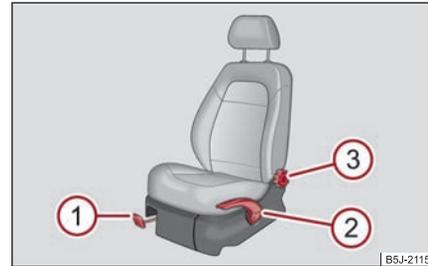

Abb. 60 Bedienelemente am Sitz
- Ziehen Sie den Hebel ① ⇒ Abb. 60 nach oben und schieben Sie dabei den Sitz in die gewünschte Position.
- Lassen Sie den Hebel ① los und verschieben Sie den Sitz soweit, bis die Verriegelung hörbar einrastet. ▶